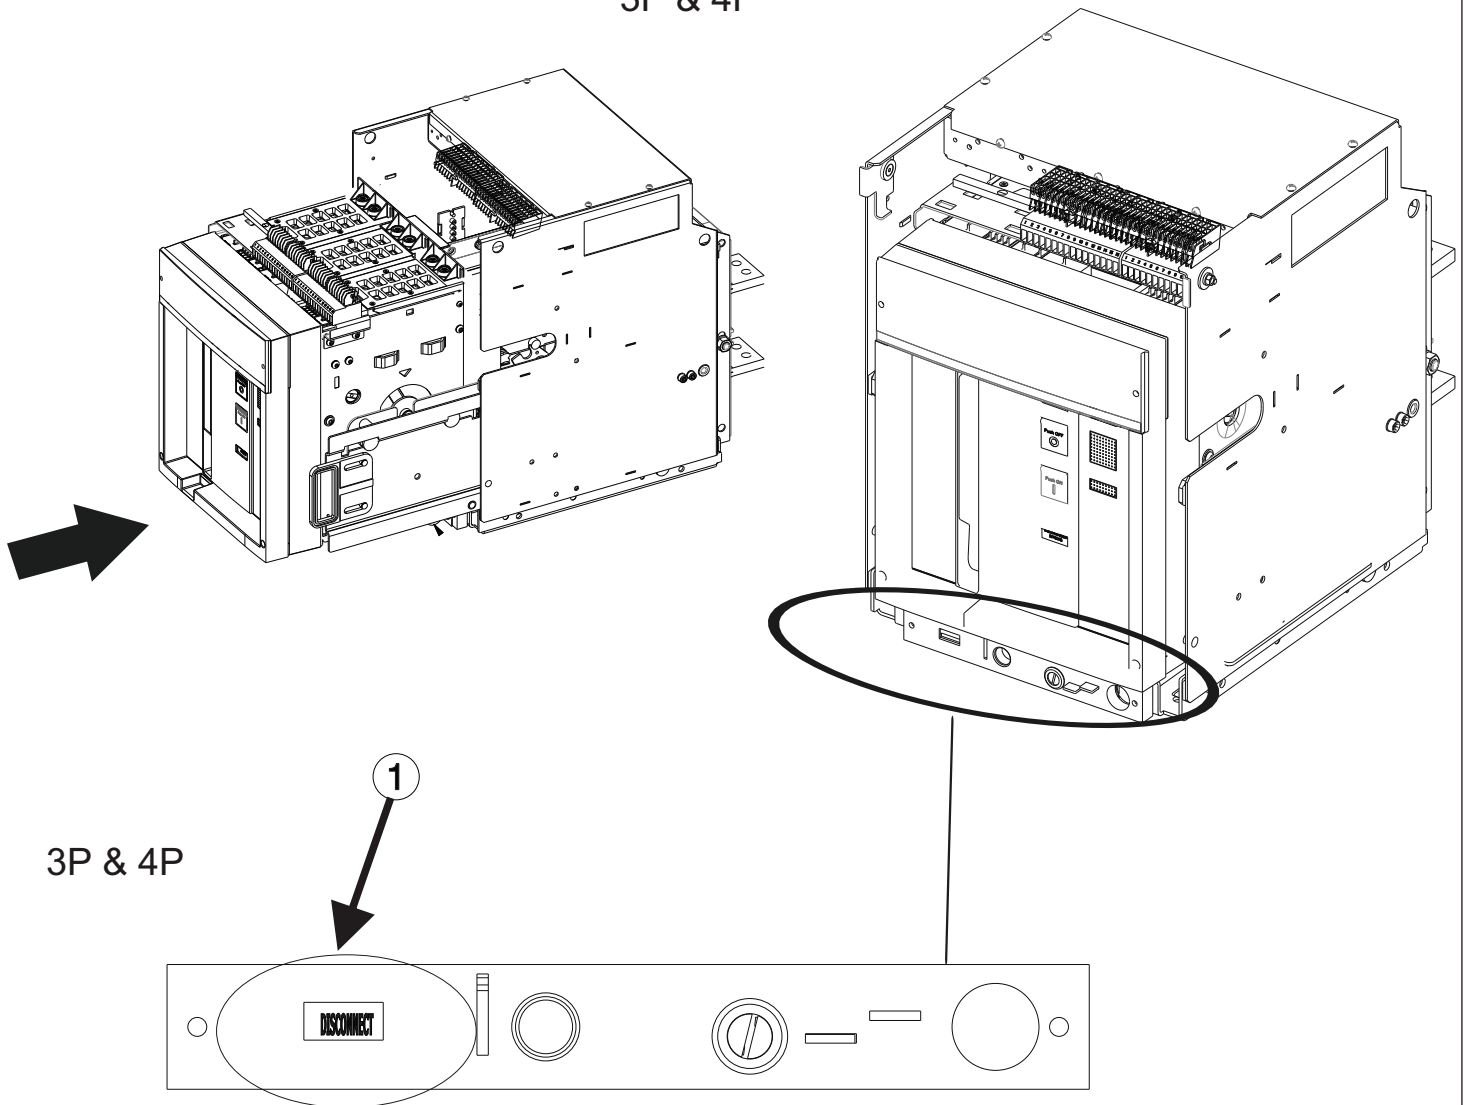

Fig. 30
Spingere la parte mobile fino all'arresto nella posizione di «disconnesso» (1). In questa posizione la porta della cella può essere chiusa e l'interruttore può essere manovrato manualmente (fig. 30).
Push the moving part through to the stop point in the «disconnected» position (1). In this position, the compartment door can be closed and the circuit-breaker operated in the manual mode (fig. 30).
Den beweglichen Teil bis zum Anschlag in der Position «disconnected» (1) schieben. In dieser Position kann die Schaltfeldtür geschlossen und der Leistungsschalter von Hand geschaltet werden (Abb. 30).
Pousser la partie mobile jusqu'en butée dans la position de «disconnected» (1). Dans cette position la porte du compartiment peut être fermée et le disjoncteur peut être manœuvré manuellement (fig. 30).
Empujar la parte móvil hasta el bloqueo en la posición de «disconnected» (1). En esta posición resulta posible cerrar la puerta de la celda y maniobrar el interruptor manualmente (fig. 30).